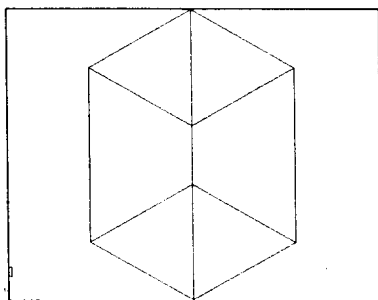

图 1-2
① 指定长方体的角点或[中心点 (CE)]<0,0,0>: 0,0,0↵。② 指定角点或[立方体 (C)/长度 (L)]: 20,20,0↵。③ 指定高度: 30↵。见图 1-2。